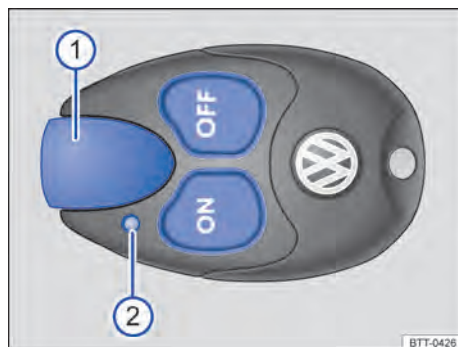

Fig. 100 Aquecimento estacionário: controle remoto.
- **Ligar:** pressionar o botão **ON** → Fig. 100 ou **III**. Se a luz de controle ficar acesa por aproximadamente 2 segundos na cor verde, o aquecimento estacionário estará ligado.
A luz de controle → Fig. 100 ② fornece diferentes informações ao usuário, após pressionar o botão.
Um alcance ideal é obtido ao manter o controle remoto com a antena → Fig. 100 ① verticalmente para cima. Não cobrir a antena.